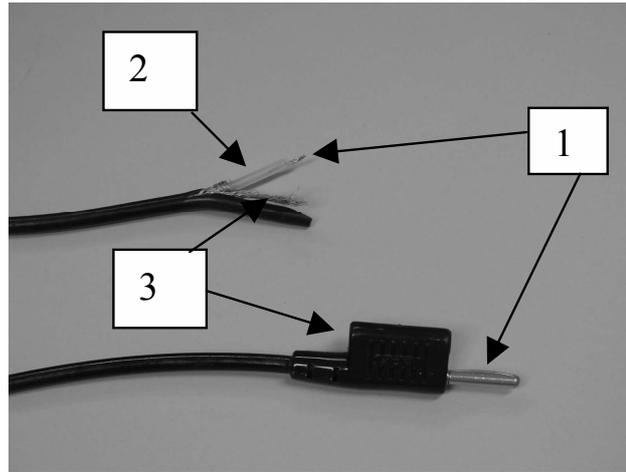

figure 3: Câble coaxial
La figure 3 présente un câble coaxial comprenant un conducteur (1), un isolant (2) et le blindage en tresse (3).